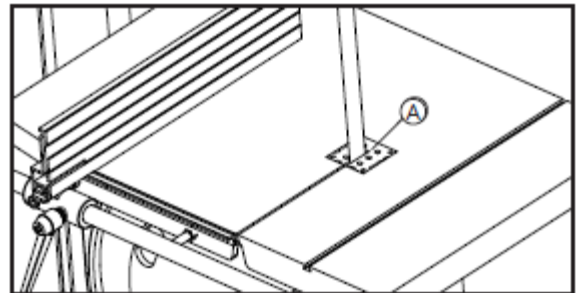

Fig.4.4.1
- Retirez l'insert **(A)** Fig.4.4.1 de la table de travail.